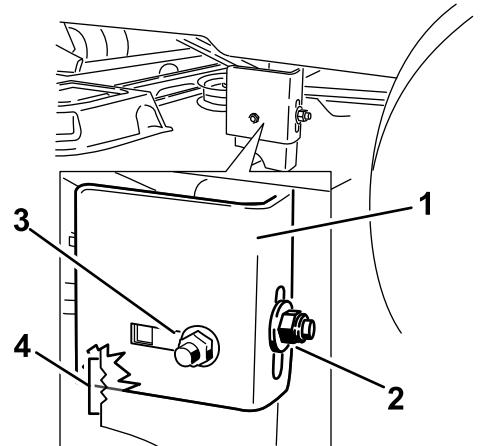
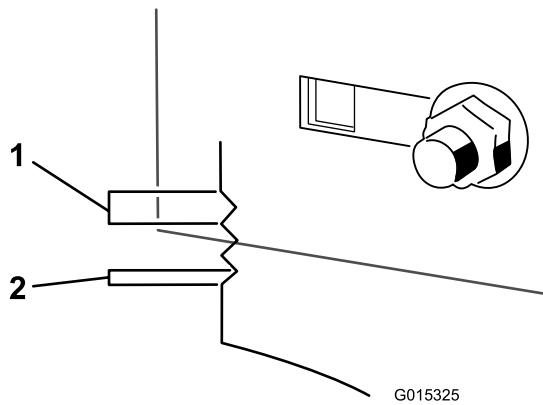

Bild 62
Bild 63
8. Lösen Sie die hintere Sicherungsmutter am Hängeprofil (Bild 62).
9. Lösen Sie die seitliche Sicherungsmutter am Hängeprofil so viel, dass Sie das Profil einstellen können (Bild 62). Messen Sie mit den Kerben an der geschweißten Halterung die Größe der Anpassung. Jede Kerbenoberfläche entspricht 6,35 mm, eine Seite entspricht 3,17 mm (Bild 63). Stellen Sie das Mähwerk auf die gewünschte Höhe.